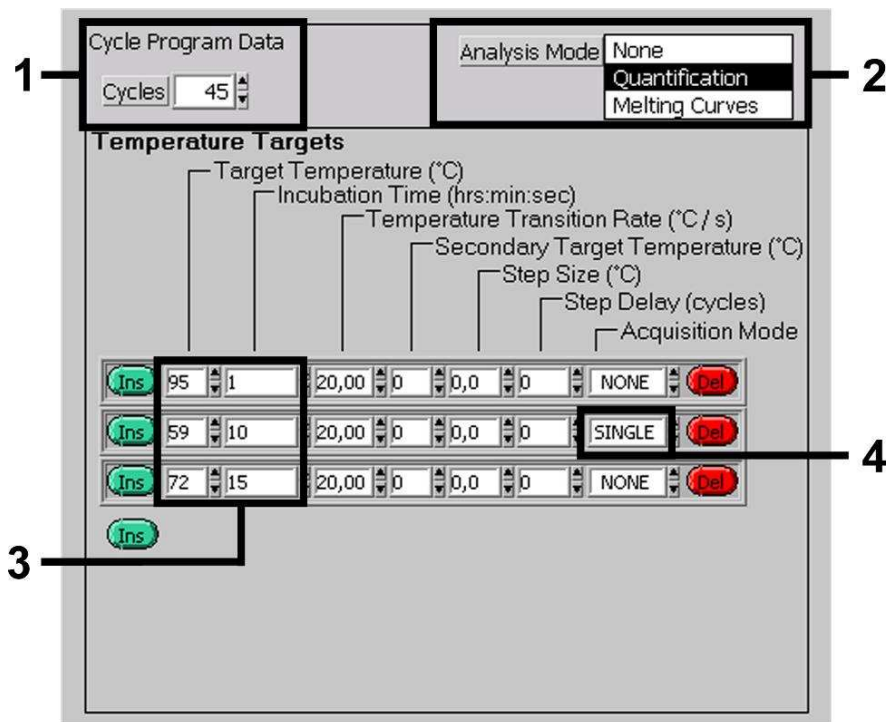

Abb. 4: Amplifikation der DNA.
- B. Amplifikation der DNA Abb. 4